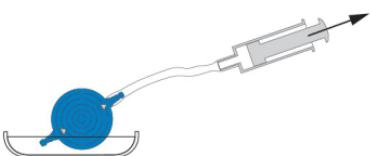

Fig. 21: Controlul permeabilității
M.blue XABO trebuie aerisit și verificat cu privire la permeabilitate înainte de implantare. Valva trebuie umplută cât mai neagresiv posibil prin aspirație, cu ajutorul unei seringe sterile de unică folosință aplicate la capătul distal al cateterului. În acest sens, valva se conectează distal și se ține în ser fiziologic steril. Dacă se preia ser fiziologic, înseamnă că valva este permeabilă (Fig. 21) .